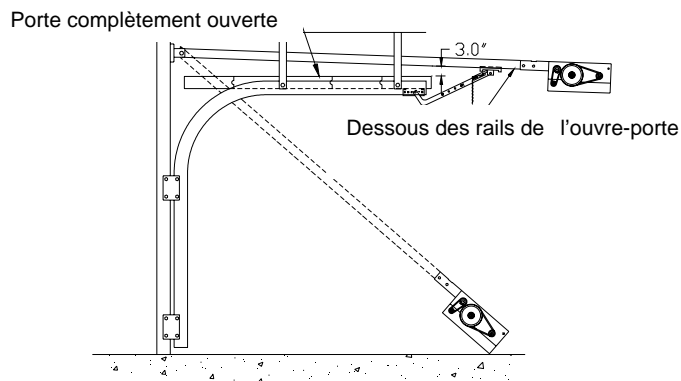

Figure 10 Ajustement de la hauteur de l'ouvre porte
8. Ouvrir la porte à la main avec précautions et déplacer l'arrière de l'ouvre-porte de façon qu'il soit directement au-dessus du milieu de la porte, avec un jeu d'environ 5,7 cm (3 po) entre la porte et le dessous des rails de l'actionneur (Figure 10)